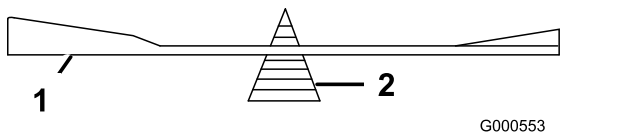

Рисунок 72
2. Перевірте баланс ножа, встановивши його на балансир леза (Рисунок 72).